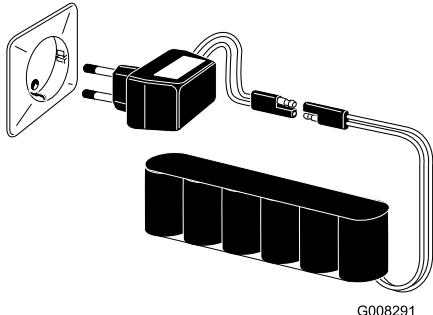

Figura 27
3. Collegate il caricabatterie alla batteria (Figura 27).